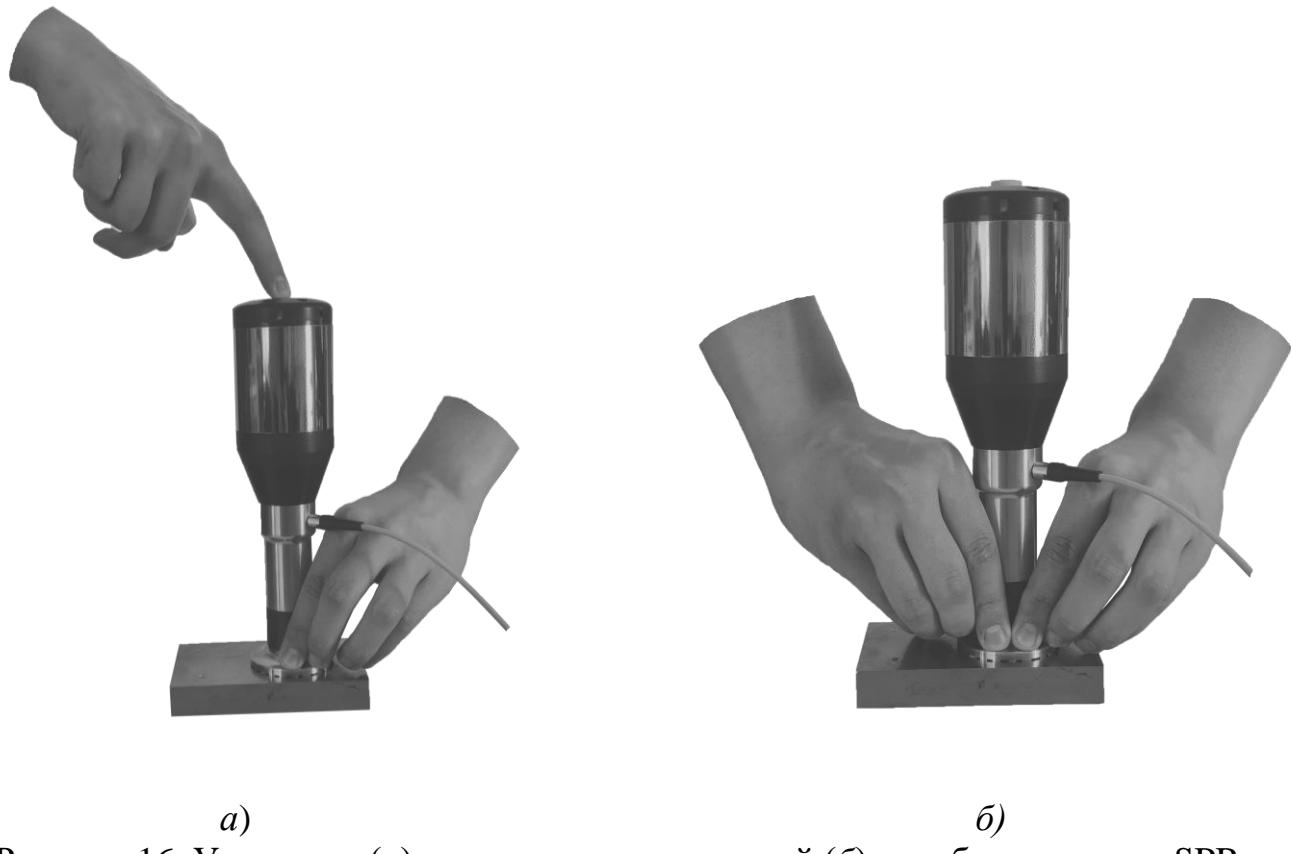

Рисунок 16. Установка (*а*) и проведение измерений (*б*) преобразователем SPR
4.5.4 Для проведения единичного измерения установить преобразователь на поверхность объекта измерения, и прижать его одной рукой в районе упорной юбки как показано на рисунке 14, *а*. Свободной рукой нажать кнопку «Выполнить измерение» на модуле автоматического нагружения и удерживать преобразователь в районе упорной юбки, рисунок 16, *б*. Пауза между нажатием кнопки «Выполнить измерение» и началом создания нагрузки составляет 1 сек., и нужна для того, чтобы можно было переставить руку на упорную юбку. Создание необходимой для проведения измерений нагрузки будет создаваться автоматически, пользователю необходимо только удерживать преобразователь на объекте измерения.